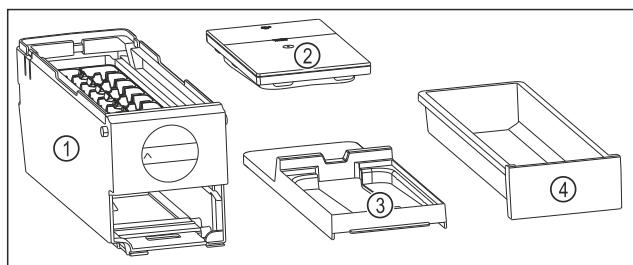

Fig. 76 Súčasti EasyTwist-Ice
- EasyTwist-Ice je rozložený na štyri časti. (pozri Fig. 76)
- Rozložte EasyTwist-Ice len na tie súčasti, ktoré sú na obrázku. (pozri Fig. 76)
- Korpus EasyTwist-Ice Fig. 76 (1) vycistite ako celok.